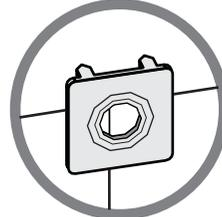

Рис. 11
- Соединить панели 10, 20, 22 с помощью гвоздей [18] и скрепок [10] рис. 11, соединить панели 10, 20, 21 с помощью гвоздей [18] и профиля [23].